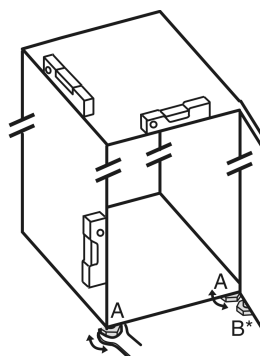

Fig. 51
- Skruva ut justeringsfötterna Fig. 51 (A) med bifogad skruvnyckel och ta hjälp av ett vattenpass så att skåpet står stadigt och jämnt.
- Skruva ut lagerbockens justeringsfot Fig. 51 (B) med bifogad skruvnyckel tills den står på golvet.
- Vrid justeringsfoten Fig. 51 (B) ytterligare 90°.